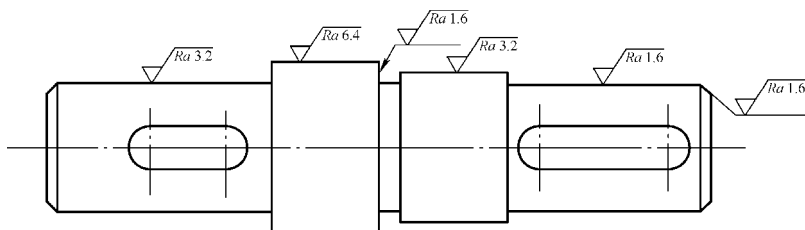
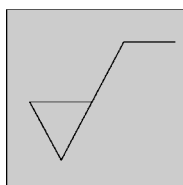

图 7-14 轴表面粗糙度值标注
图 7-15 表面粗糙度符号
本节主要介绍图块的使用方法，下面根据所学知识为低速轴标注表面粗糙度值。在标注时首先将表示表面粗糙度符号的图形定义为内部图块，然后定义属性值，并将使用的最多的 $Ra3.2$ 设为默认属性值，再将表面粗糙度符号和属性值重新定义为带属性的图块，最后用插入图块的方法进行标注，效果如图 7-14 所示。具体操作步骤如下：
1) 选择对象。绘制图 7-14 所示阶梯轴，在“绘图”工具栏中单击【创建块】按钮，打开【块定义】对话框，在【名称】下拉列表框中输入图块名称“ccd”，在【对象】栏中选中【转换为块】单选按钮，单击【选择对象】按钮返回绘图区，选择如图 7-15 所示的标注表面粗糙度符号的图形。
9) 完成标注。用同样的方法在适当位置处插入图块“表面粗糙度”，并指定适当的表面粗糙度值，完成标注后的最终效果如图 7-14 所示。